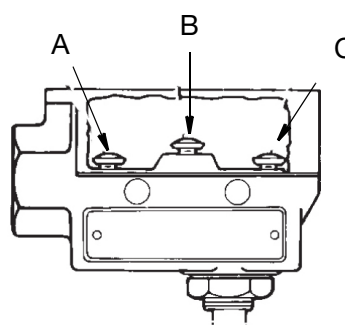

图 13：低液位开关接线
2. 断开低液位开关端子（304）的接线（图 13）。
5. 根据当地的电气法规为低液位开关（304）接线。参考接线图，图 13。